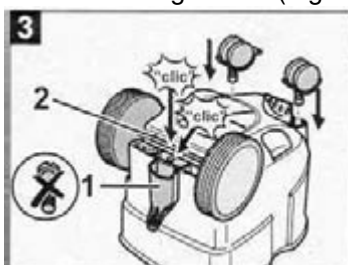

Fig 3
- Coloque Ud. las ruedas en la parte inferior e modo tal que se escuche que las mismas han engatillado (Fig. 3).